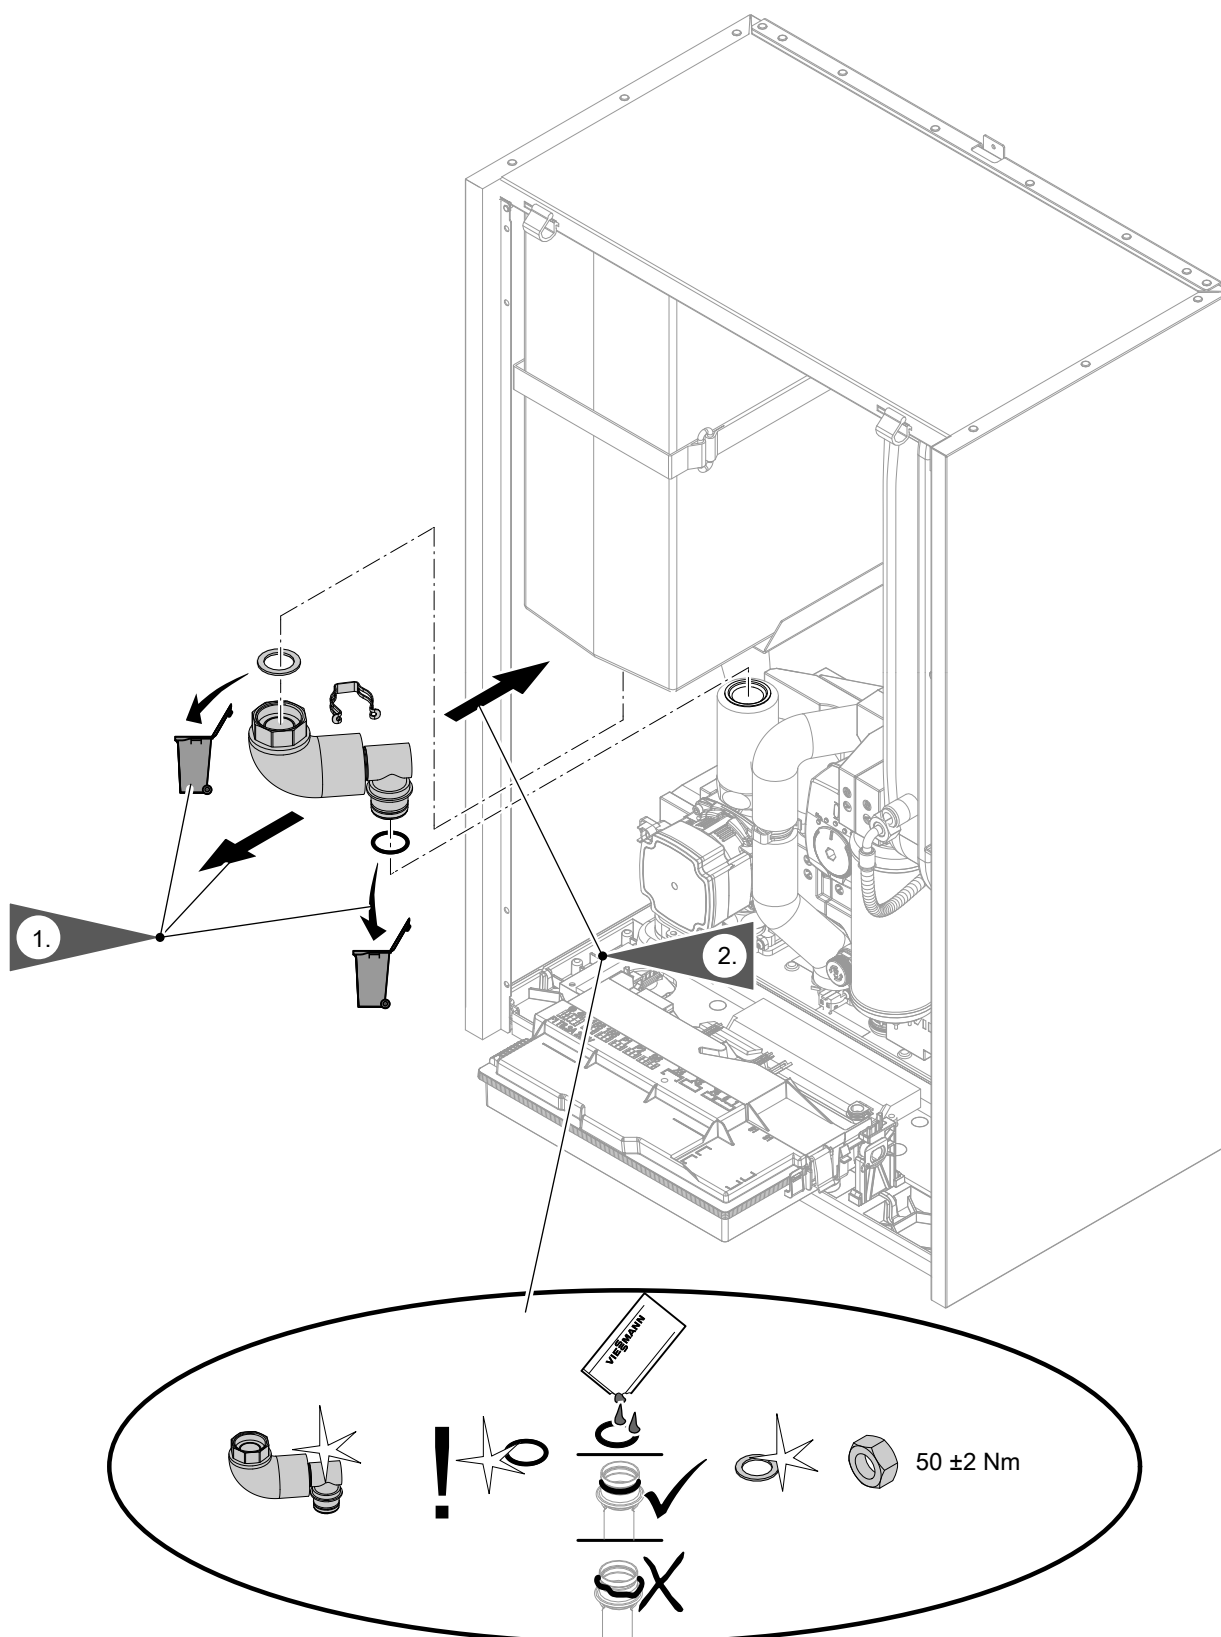
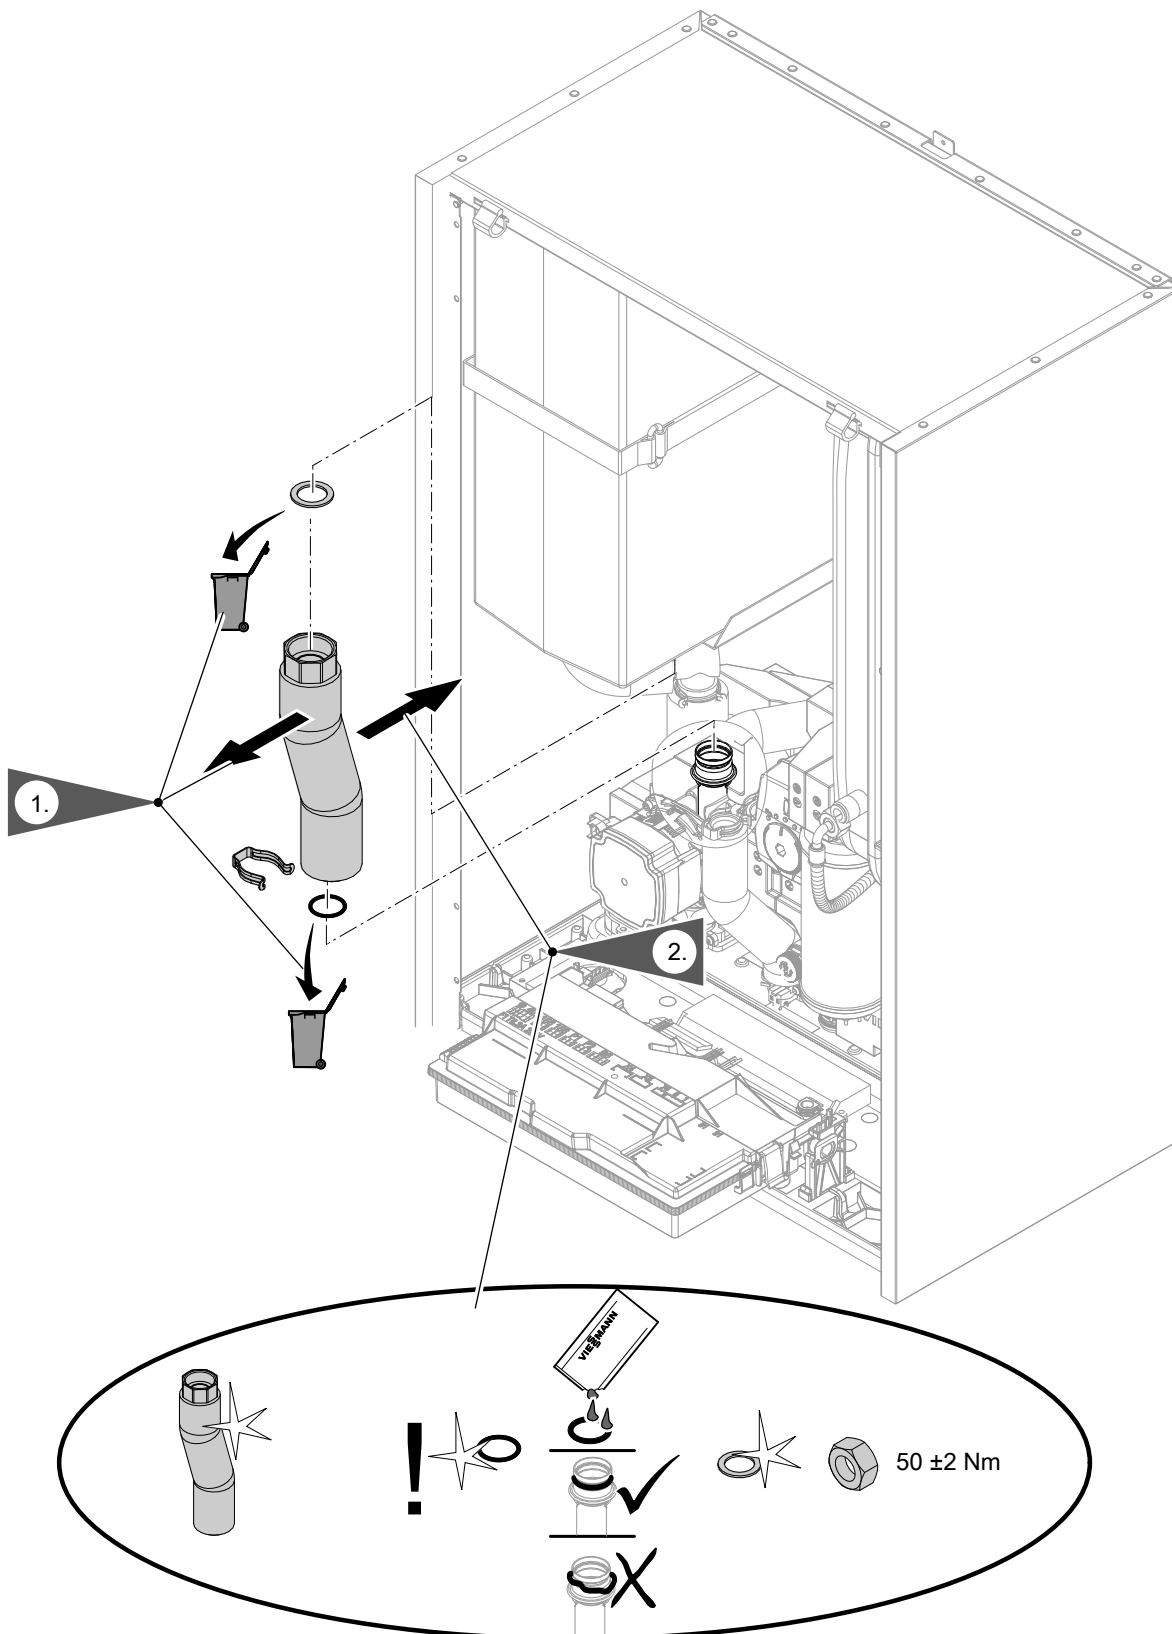

Abb. 100
Abb. 101
- Hydraulische Leitungen: Siehe Abb. 100 bis Abb. 101.